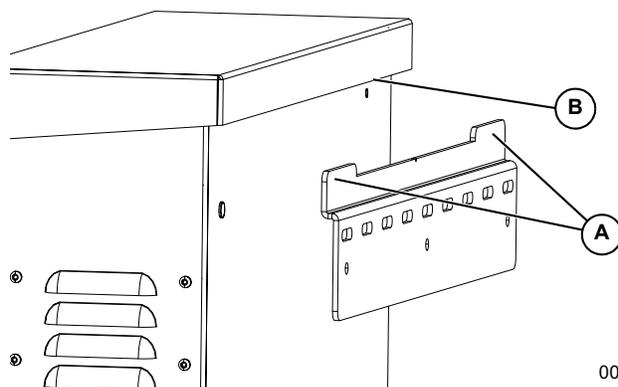

Figure 4-3. Pose de l'inverseur sur le support
- Voir Figure 4-3. Insérer les pattes (A) du support de fixation dans la fente (B) du carter d'inverseur.
REMARQUE : La Figure 4-3 est fournie à des fins d'illustration seulement.